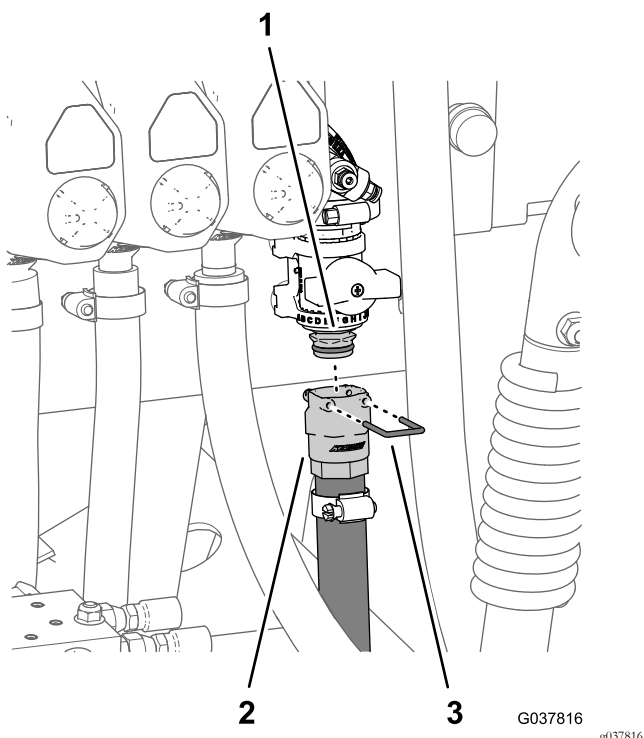

Figura 94
2. Montate il raccordo di collegamento rapido (presa) del flessibile sul raccordo di collegamento rapido della valvola di intercettazione delle flange (Figura 94).
3. Fissate i raccordi di collegamento rapido dei flessibili e la valvola di intercettazione delle flange con il fermo fornito con il raccordo di collegamento rapido del flessibile (Figura 94).